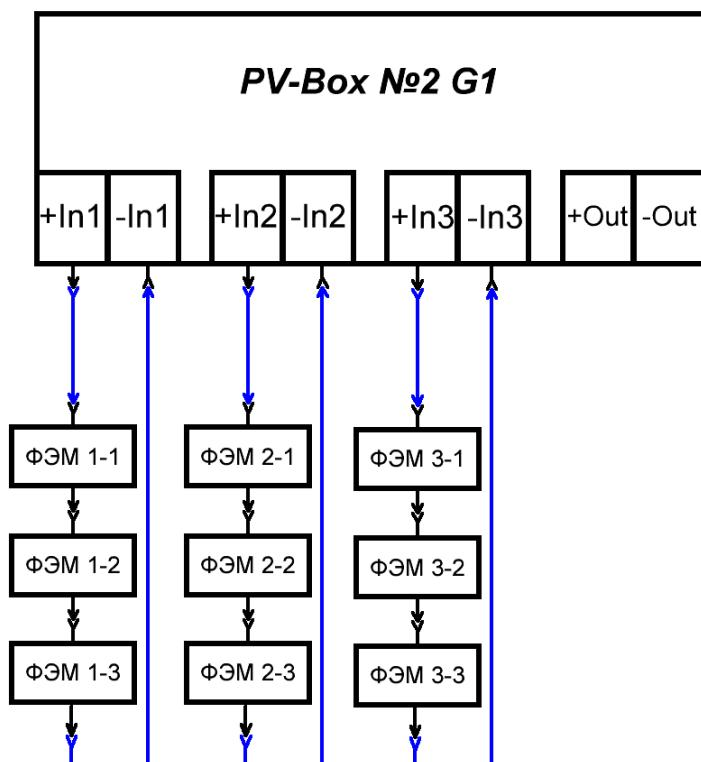
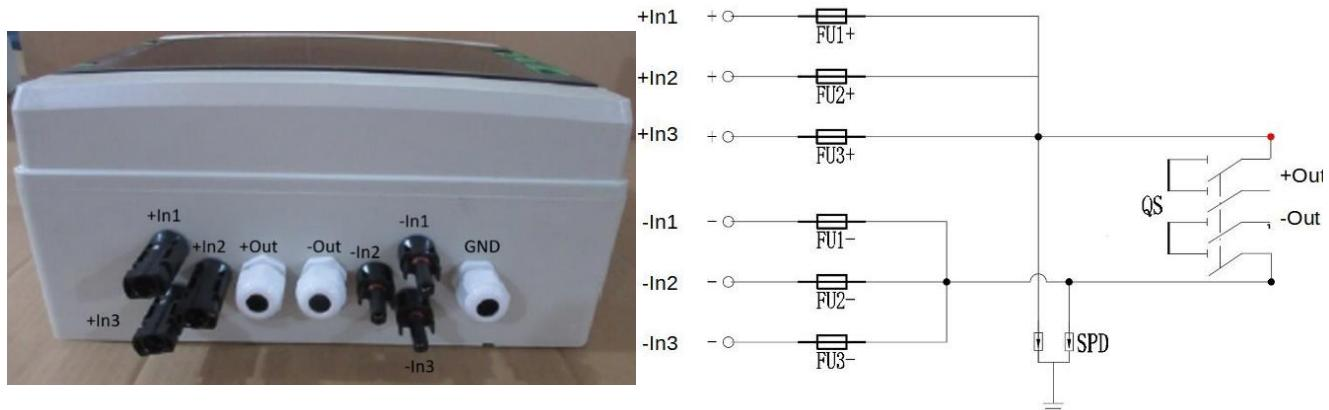

Рисунок 5.14 – Структурная схема подключения фотоэлектрических модулей к PVBox.
Рисунок 5.15 – Разъемы PVBox.
**Шаг 8.** Соедините фотоэлектрические модули в три группы по 3 модуля последовательно (Рисунок 5.14). Подключите первую группу модулей к разъемам «+In1» и «-In1» PVBox. Подключите вторую группу к разъемам «+In2» и «-In2» PVBox. Подключите третью группу к разъемам «+In3» и «-In3» PVBox (рисунок 5.15).